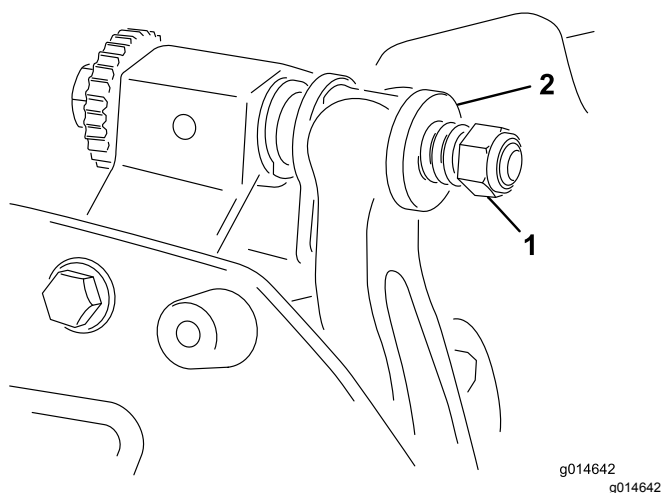

Figura 21
5. Aperte a porca da mola tensora até que a mola fique recolhida; em seguida, desaperte meia volta (Figura 21).